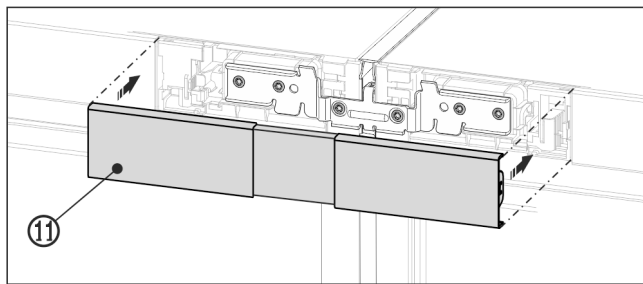

Fig. 23 Näitlik kujutis
- Fikseerige ülemine kate Fig. 23 (11) käsitsemispaneeli mõlema ilukatte veel lahtisele vaheruumile. Pöörake tähelepanu sellele, et katte välisküljed on käsitsemispaneeli ilukattega kohakuti.